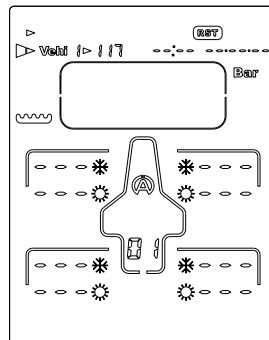

Figura 16
- 4) Premere il tasto centrale 1 secondo circa, per cancellare tutti i dati del veicolo 1 (figura 16)